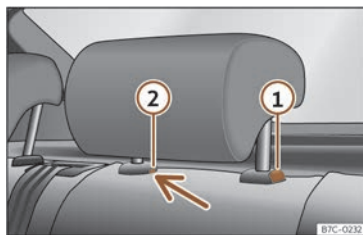

Fig. 99 Reposacaps del darrere: desmuntatge.
- Premeu la tecla >>> **fig. 99 ①** i, prement alhora per l'orifici del fiador ② amb un tornavís pla de màxim 5 mm d'amplada, traieu el reposacaps.